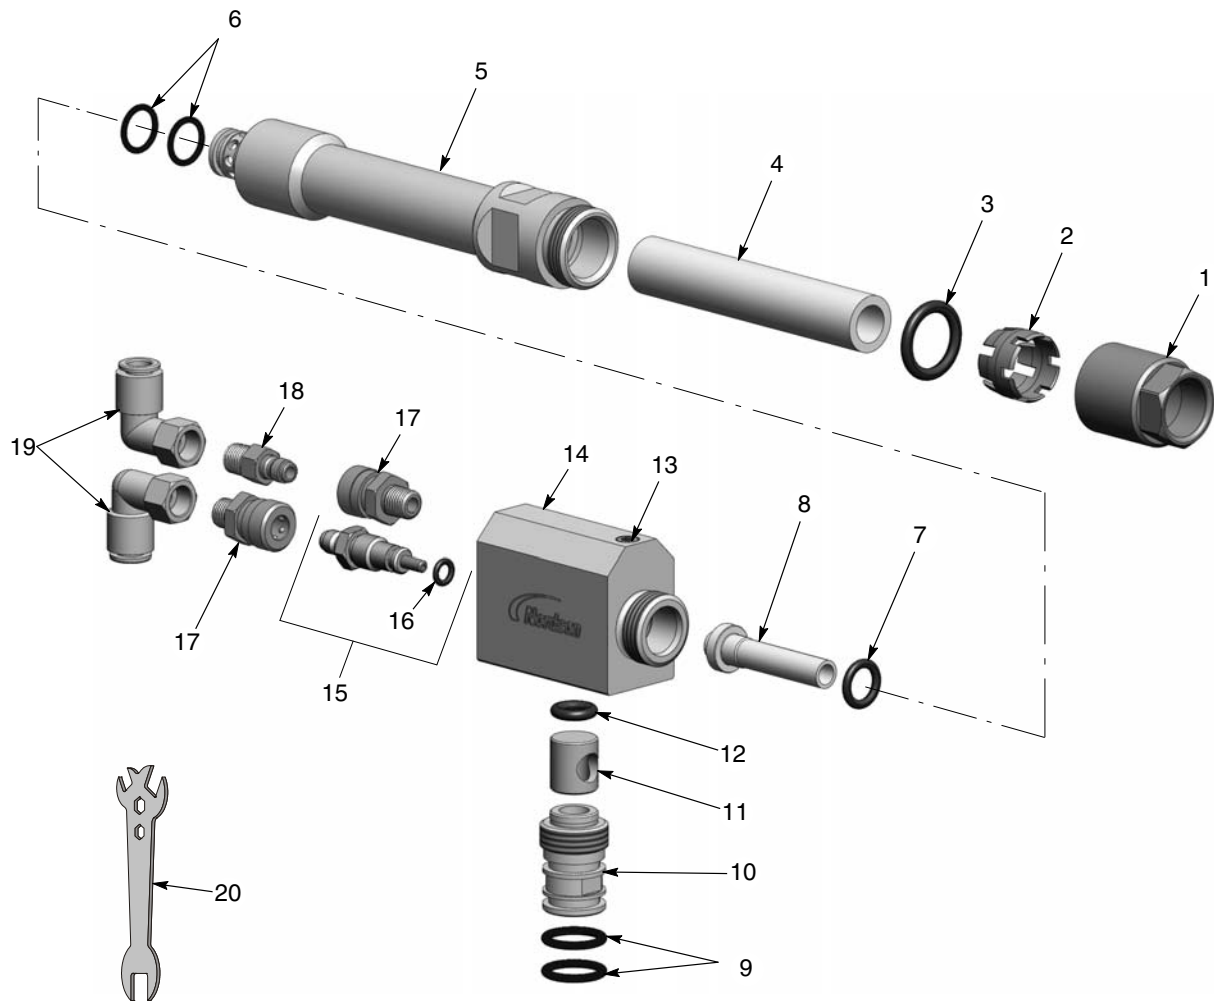

Bild 3 Pumpkomponenter
1. Se bild 3. Skruva av muttern (1) och drag ut pulverslangen ur mynningshållaren (5).
2. Skruva av mynningshållaren (5) från huset (14) med en 25-mm öppen nyckel.
3. Drag ut mynningen (8) ur mynningshållaren. Tag av O-ringen (7) från mynningen.
Se bild 3.